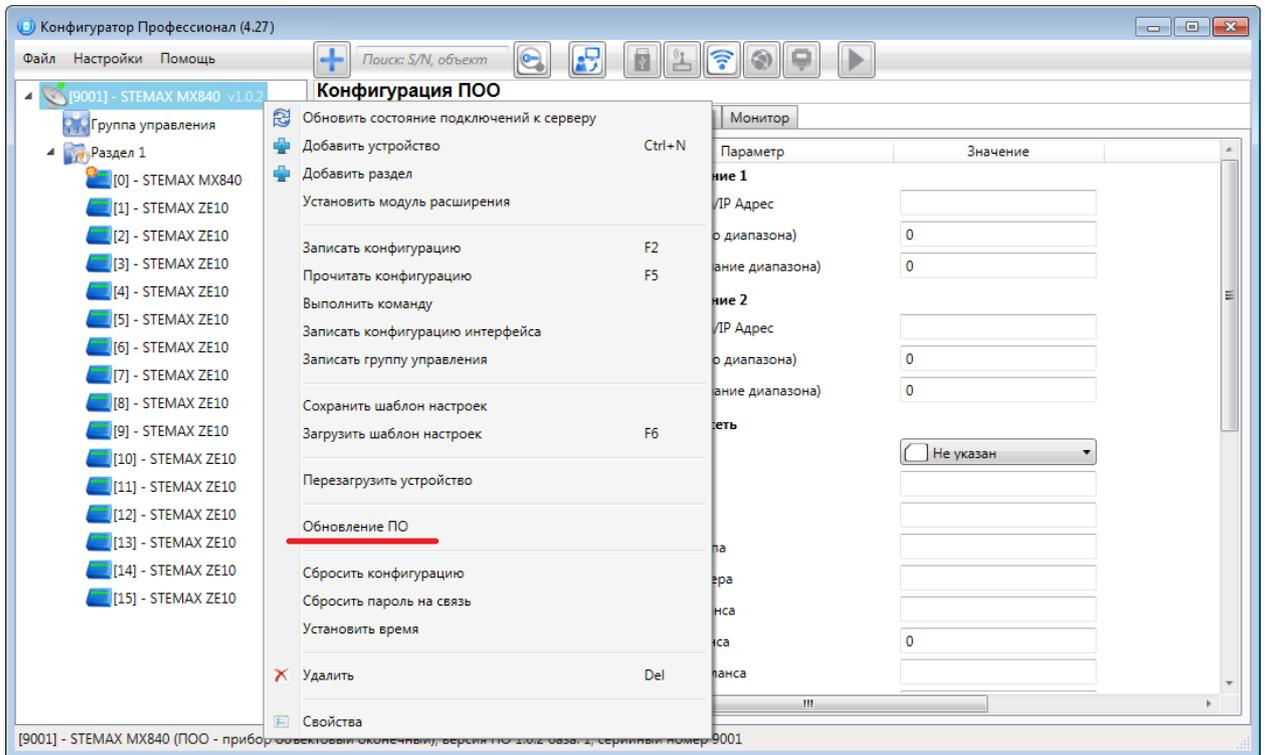

Рисунок 7.1 – Контекстное меню контроллера STEMAX MX840
- Щелкните правой кнопкой мыши по строке контроллера в дереве устройств и в появившемся меню выберите *Записать ПО* (см. рисунок 7.1).